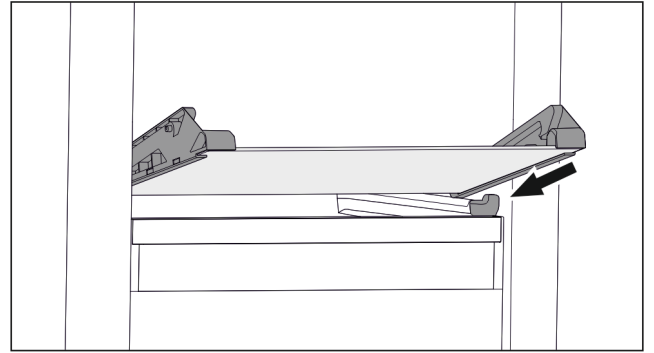

Fig. 67 Placa de vidrio del cajón inclinable
- ▶ Coloque la placa de vidrio inclinada detrás de los topes. (consulte Fig. 67)